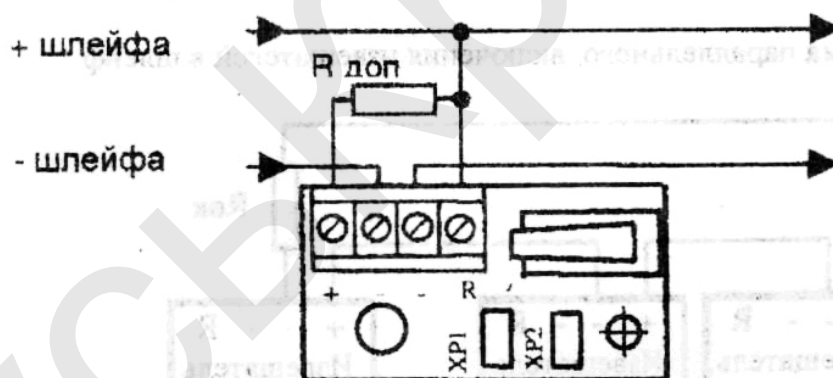

Рисунок 3
4.7 Зажим R используется для подключения дополнительного резистора (R_{доп}) в случае необходимости увеличения внутреннего сопротивления извещателя (рисунок 3).